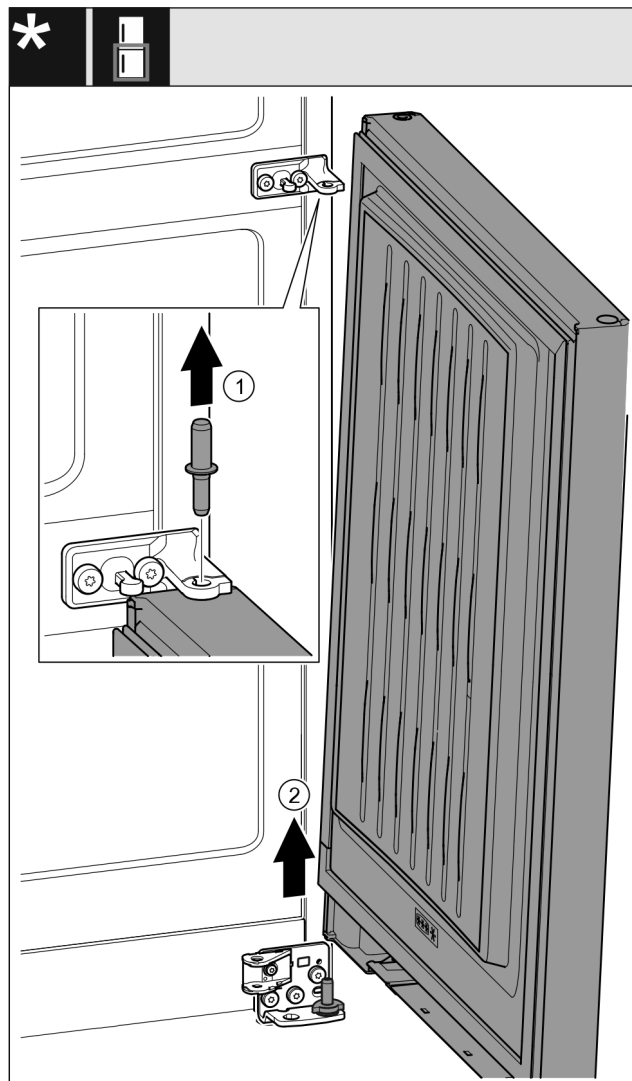

Fig. 23 *
- ▶ Extraer el perno hacia arriba. Fig. 23 (1)*
- ▶ Girar la puerta hacia fuera, tirar de ella hacia arriba y colocarla a un lado. Fig. 23 (2)*